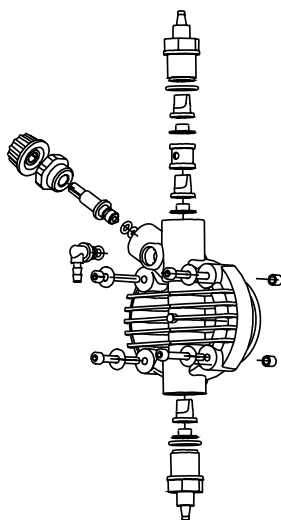

Fig. 10
2. Revise el funcionamiento de la bomba al menos cada 6 meses, así como la posición de los tornillos y de las juntas de impermeabilización. El control debe ser efectuado con más frecuencia en líquidos agresivos, prestando especial atención en la concentración de aditivo en la instalación. Su reducción podría ser debida al desgaste de las válvulas (en tal caso se deben sustituir siguiendo los pasos de la Fig.10) o al atasco del filtro, que se debe limpiar como se indica en el punto 3.
También se puede efectuar esta operación de la forma siguiente: una vez la bomba está desconectada de la instalación, sujete la bomba boca abajo por unos pocos segundos (15-30) sin que los tubos estén conectados a los empalmes. Si resulta imposible, desmontar y volver a montar el cuerpo de la bomba (Fig.10) utilizando los cuatro tornillos de fijación.
El sistema es robusto, por lo que no se producen averías graves. Eventualmente se pueden producir pérdidas de líquido de algún empalme o junta fijatubos sueltos, o con más frecuencia, de la rotura del tubo de eyección. Raramente se producen pérdidas a causa de la rotura de la membrana por desgaste o de su revestimiento de sujeción. Aún así, si se produjeran, dichos componentes se deben sustituir desmontando los cuatro tornillos del cuerpo de la bomba (Fig. 10), montándolos de nuevo y enroscándolos de modo uniforme. Una vez eliminada la pérdida, se debe limpiar la bomba dosificadora de eventuales residuos de aditivo que hayan quedado impregnados, ya que podrían agredir químicamente la bomba.
❶ - LA BOMBA DOSIFICADORA DA IMPULSOS PERO O INYECTA ADITIVO EN LA INSTALACIÓN
- a. Desmonte la válvula de aspiración y eyección. A continuación, límpiela y móntela otra vez en la misma posición (Fig. 10). En caso que se detectara un hinchimiento de las válvulas, compruebe en el tablón correspondiente la compatibilidad del aditivo con el tipo de válvula montada en la bomba (válvula estándar de Vitron; la válvula esfera es opcional).